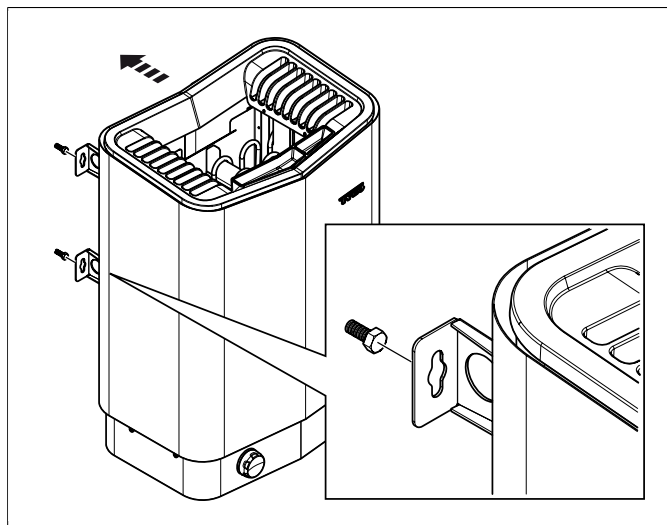

Рисунок 10: Подвесьте устройство.
8. Закрепите устройство за винты см. **Рисунок 10**, страница 5.